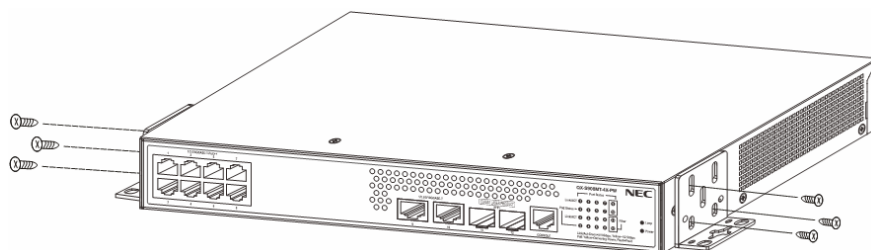

図 3-12 装置前面側で固定
- 1) 取付金具を、図 3-12に示すように取付金具の壁面取り付け面と装置底面が並行になるようにし、取付金具 1 個に対してネジ 3 本を使って装置本体に必ず 2 か所で固定してください。